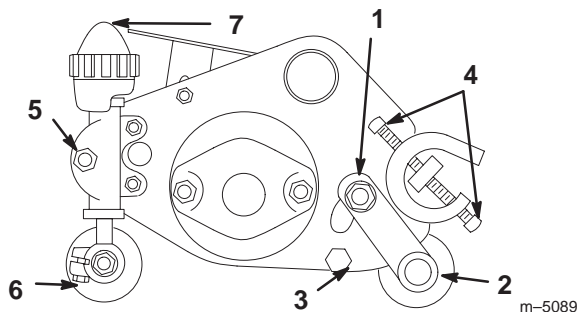

Figure 10
1. Retirez la vis et l'écrou d'ancrage de fixation du support de hauteur de coupe de rouleau arrière à la plaque latérale à chaque extrémité du plateau de coupe (Fig. 10).
2. Desserrez les vis Allen d'ancrage de l'arbre du rouleau (Fig. 10).
4. Retirez les boulons de fixation de la barre d'appui à chaque extrémité du plateau de coupe (Fig. 10).
5. Desserrez les vis de réglage de la contre-lame à chaque extrémité du plateau de coupe (Fig. 10). Vous pouvez alors tourner l'ensemble contre-lame pour l'éloigner du cylindre et le déposer.
1. Desserrez les contre-écrous de fixation des tiges de réglage de hauteur de coupe à chaque extrémité du plateau de coupe et les boulons de serrage de l'arbre du rouleau (Fig. 10).
2. Tournez les boutons de réglage de la hauteur de coupe jusqu'à ce qu'ils soient séparés des tiges de réglage de hauteur de coupe (Fig. 10). Les boutons sont retenus sur la face supérieure de la rondelle du dispositif de serrage de hauteur de coupe.